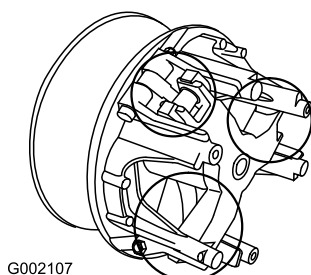

Figura 47
5. Lubrifique as peças móveis nas áreas assinaladas com um círculo em Figura 47 utilizando o Dry Lubricant Spray da Toro, disponível no revendedor ou distribuidor autorizado Toro.